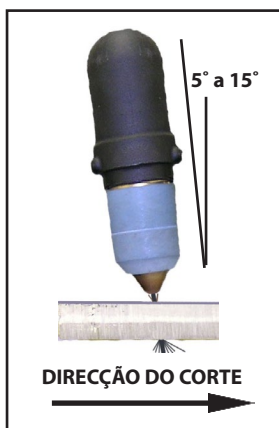

Figura 4-1. Ângulo da tocha adequado
6. Depois de iniciar o corte, a tocha deve manter-se a um ângulo para a frente de 5-15° (Figura 4-1.). Este ângulo é especialmente útil para ajudar a criar um corte de "largada". Quando não estiver a utilizar a guia de desvio, o bico deve manter-se a, aproximadamente, **PC-1300/1600:** 3,2 mm - 6,4 mm, **PC-900:** 3,2 mm - 4,8 mm da peça de trabalho.